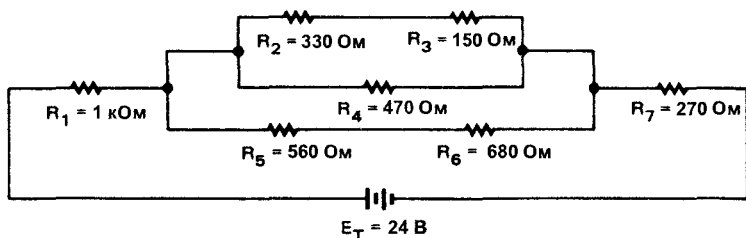

Рис. 8-10.
1. Вычислите все неизвестные величины на схеме, изображенной на рис. 8-10.